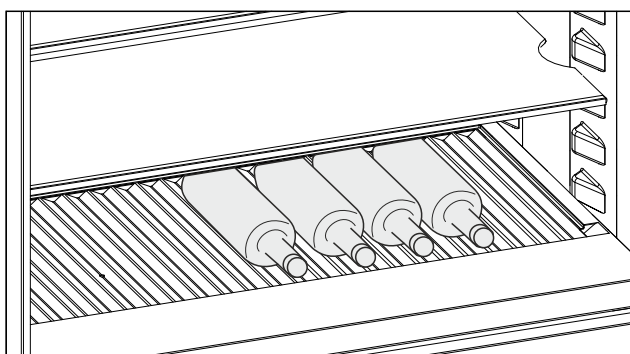

Fig. 244 Ilustrační zobrazení
- Láhve ukládejte dnem dozadu k zadní stěně. (viz Fig. 244)